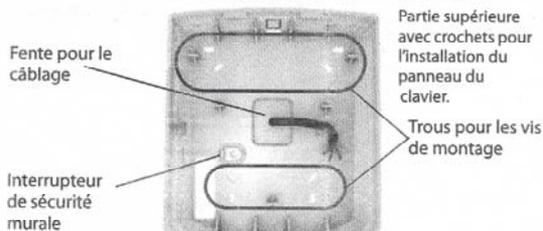

Figure 2 : Plaque arrière
2. Installer la plaque arrière au mur en fixant une vis M3.5 (#6) dans les trous réservés au montage et dans le trou pour l'interrupteur de sécurité. S'assurer que la partie supérieure est orientée vers le haut, comme illustré dans la figure 2.